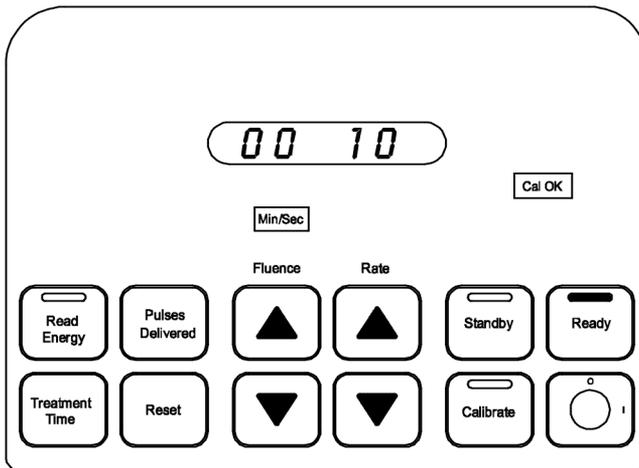

Bild 11
7. När excimerlasersystemet laserstrålar lagras den totala behandlingstiden. Hämta behandlingstiden genom att avbryta laserstrålningen och trycka på knappen **Treatment Time** (behandlingstid). Indikatorlampan **Min/Sec** lyser och den totala behandlingstiden visas på displayen. (Bild 11)